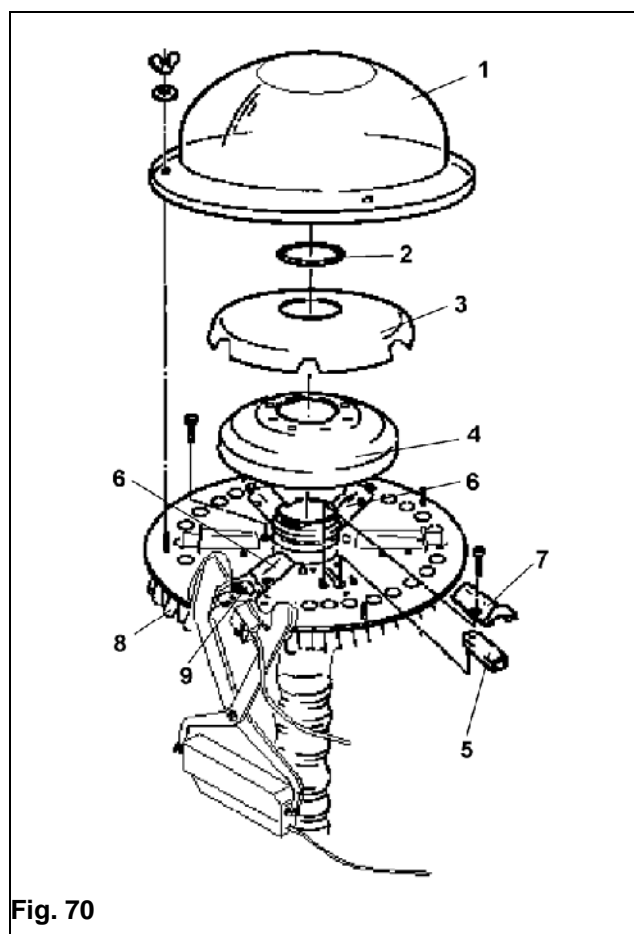

Fig. 70
Al suministro de la máquina, el posicionamiento de rodadas está ajustado al ancho de huella de su remolcador de conservación. Si fuese necesario, p. ej. por adquisición de un nuevo remolcador de conservación, ajustar el posicionamiento de rodadas al ancho de huella del nuevo remolcador, deberán intercambiarse entre sí los tubos de simiente (Fig. 70/8) en el cabezal de distribución. Para ello debe observarse que las rejas de rodadas están fijadas a las salidas que pueden ser cerradas por las correderas (Fig. 70/9).
- Caperuza exterior de distribuidor (Fig. 70/1)
- Anillo tórico (Fig. 70/2)
- Caperuza interior de distribuidor (Fig. 70/3) e Inserto de material esponjado (Fig. 70/4).
Se montan hasta 6 correderas. Cada dos correderas (Fig. 70/6) debieran ser montadas enfrentadas sobre la placa base. Para el montaje o desmontaje de una corredera (Fig. 70/5) debe quitarse el túnel de corredera (Fig. 70/7).
Correderas no necesitadas (Fig. 70/5) deben ser sencillamente colocadas invertidas en las perforaciones (posición de estacionamiento).